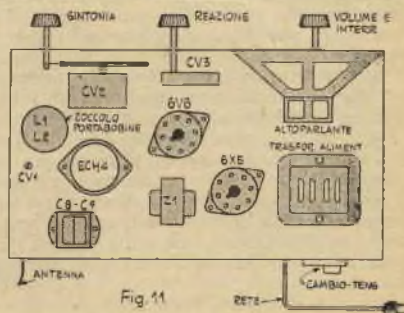

Fig. 11
**Montaggio meccanico** - Una volta determinata la loro disposizione, le parti verranno montate su di un telaio metallico di adatta misura, che, non disponendo del minimo di attrezzatura necessario, verrà fatto piegare e forare da un lattoniere. Una delle nostre illustrazioni fig. 11 consiglia una disposizione razionale delle parti, alla quale sarà bene attenersi, procedendo secondo i criteri più volte su queste pagine illustrati.